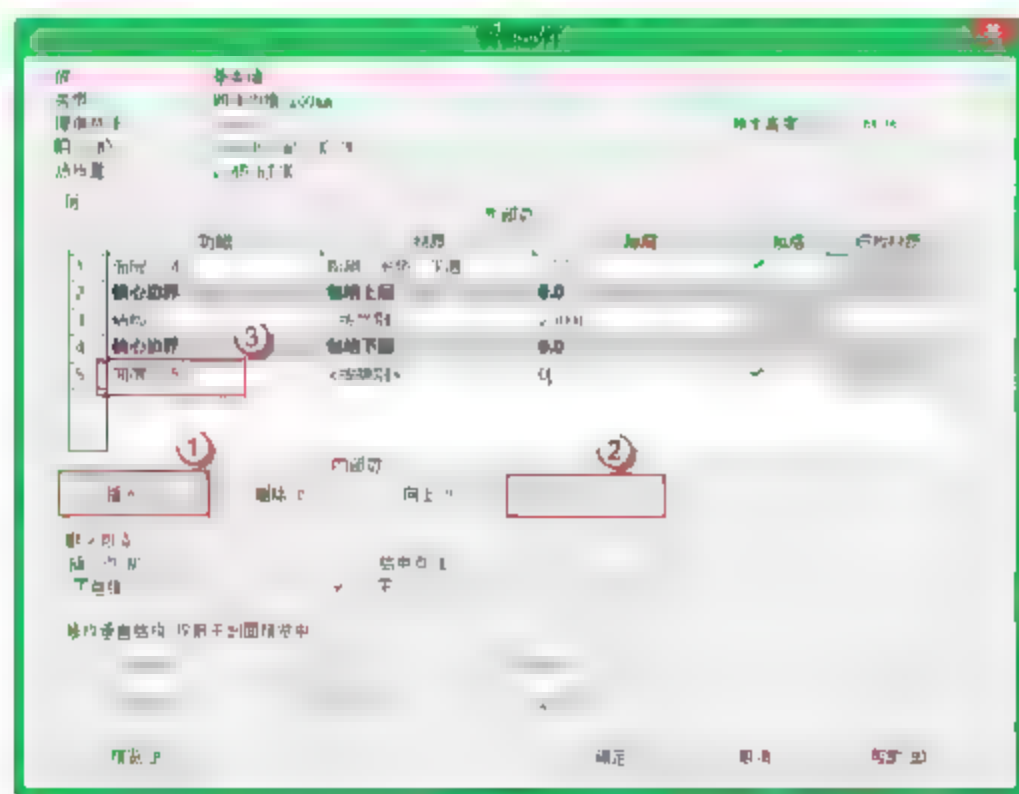

图 10.2.11 添加“面层 2 [5]”功能
(4) 编辑“面层 1 [4]”材质。在“编辑部件”对话框中单击“面层 1 [4]”对应的“材质”单元格右上角的“浏览”按钮，在弹出的“材质浏览器”对话框中，选择“AEC 材质”→“其他”→“粉刷，米色，平滑”选项，将其填充图案改为“松散-砂浆/粉刷”，单击“确定”按钮返回“编辑部件”对话框。然后在“编辑部件”对话框中将其对应的厚度改为“10mm”。
(5) 添加“面层 2 [5]”功能。在“编辑部件”对话框中选择“结构[1]”，单击“插入”→“向下”按钮，在“功能”参数下将“结构[1]”改为“面层 2 [5]”，如图 10.2.11 所示。